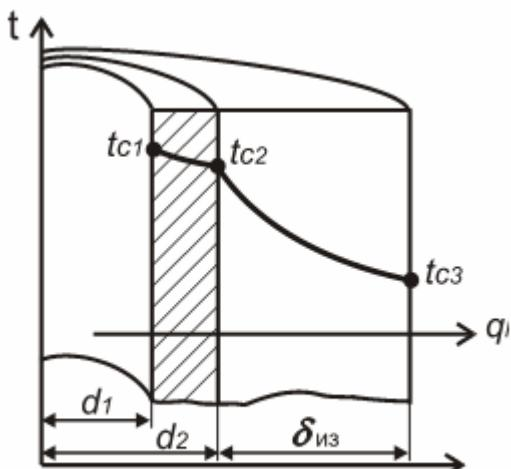

Рис. 2.1
5. Стальной трубопровод горячей воды диаметром $d_1/d_2 = 190/200$ мм покрыт слоем изоляции толщиной $\delta_{из} = 50$ мм (рис. 2.1), коэффициент теплопроводности трубы $\lambda_1 = 50 \text{ Вт}/\text{м}\cdot\text{К}$, изоляции $\lambda_2 = 0,08 \text{ Вт}/\text{м}\cdot\text{К}$. Температура на внутренней поверхности трубы $t_{c_1} = 150^\circ\text{C}$, а на наружной поверхности изоляции $t_{c_3} = 50^\circ\text{C}$. Найти тепловые потери с 1 м трубопровода и температуру на границе соприкосновения изоляции и трубопровода.